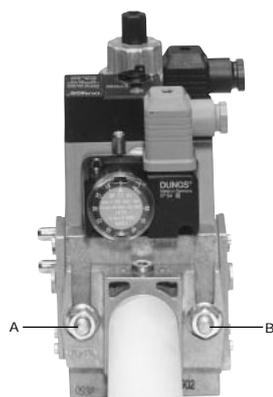
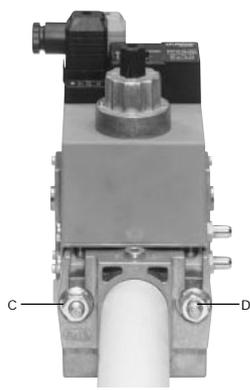
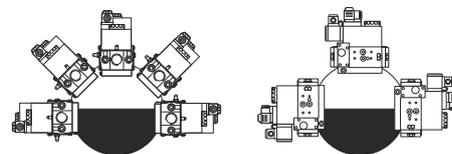

Рис. 4
Рис. 5
Рис. 7
- 4 согласно ссылке, данной на Рис. 4, закрепить фланец к шпилькам котла с помощью гаек **D**, не затягивая их полностью;
3. Затянуть винты А, В, С и D (Рис. 4 - Рис. 5), (Рис. 7), соблюдая дистанции монтажа (Рис. 7);